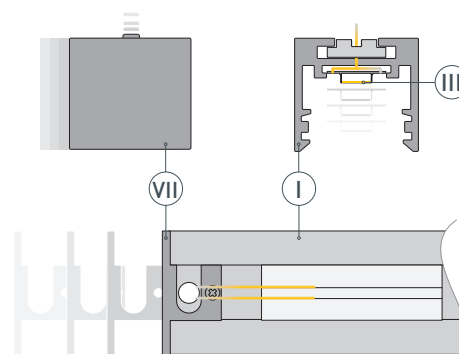

Рис. 1. Установка заглушки ⑦ на профиль ①. Вид сверху
- 1** / Просверлите отверстие в профиле ① для вывода кабеля питания светодиодной ленты. Установите на профиль подвижную пластину для регулировки положения токопроводящего ремня ④.
- 2** / Перед приклеиванием светодиодной ленты ③ рекомендуется обезжирить поверхность профиля ①.
Рекомендуется использовать при монтаже светодиодную ленту 48 V. Установите светодиодную ленту ③ на профиль ① и пропустите кабель питания светодиодной ленты через отверстие в профиле. Максимально допустимая для подключения длина отрезка светодиодной ленты ③ указана в инструкции к светодиодной ленте. Установите заглушки ⑦ на профиль ① и пропустите кабель питания светодиодной ленты через отверстие в заглушке как показано на рис. 1.